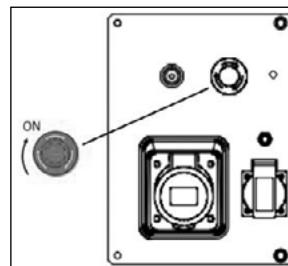

рис.11
- Убедитесь, что кнопка аварийной остановки не утоплена, повернув ее по направлению указанным стрелками на ней (рис.11).